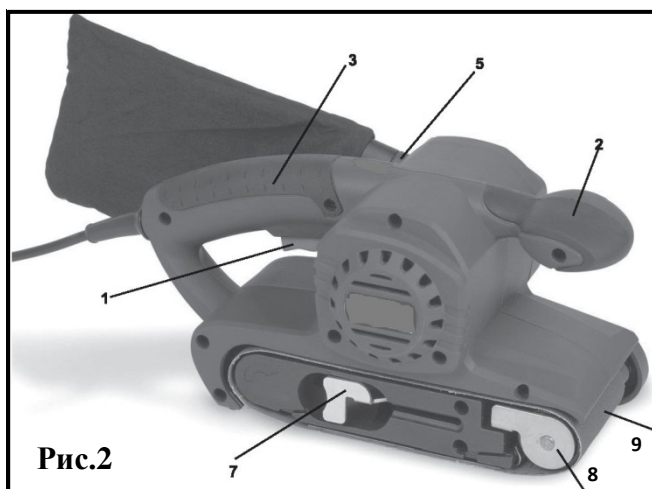

Рис.2
- Для включения машины нажмите переключатель Вкл/ Выкл(1) Рис.2. Для отключения машины отпустите переключатель Вкл/ Выкл (1) Рис.2.
- Используйте мешок для сбора пыли которая образуется в процессе шлифования. Поставьте мешок для пыли (11) Рис.1 на разъем сбора пыли (5)Рис.2.